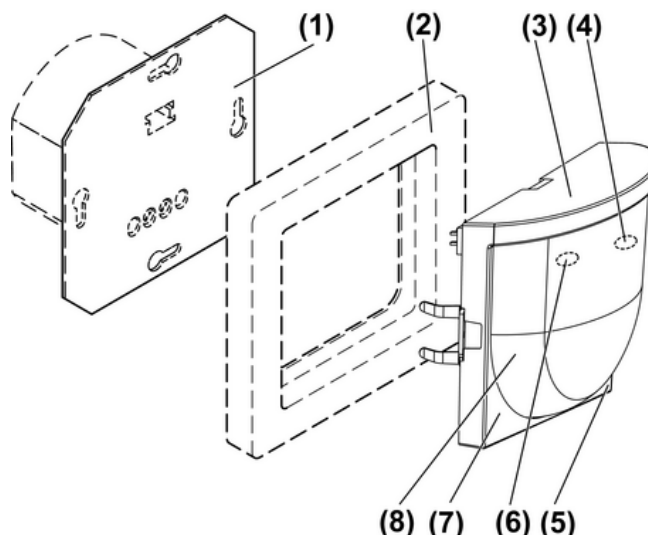

Imagen 1
Detrás de la lente (8) hay un LED rojo (4) y uno amarillo (6) (Fig. 1) que indican distintos modos de funcionamiento.